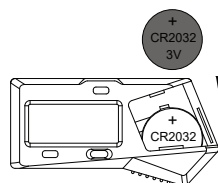

fig.2
---Coloque la pila CR2032 en su alojamiento, el polo positivo de la pila (+) debe mirar hacia fuera (fig.2)